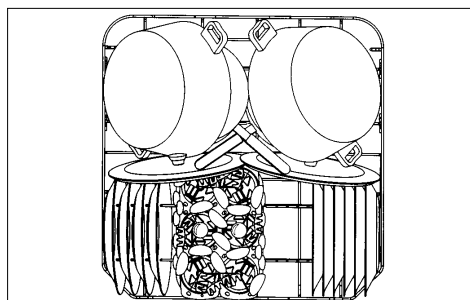

fig. 9
**Chargement du panier inférieur** (voir fig. 9)